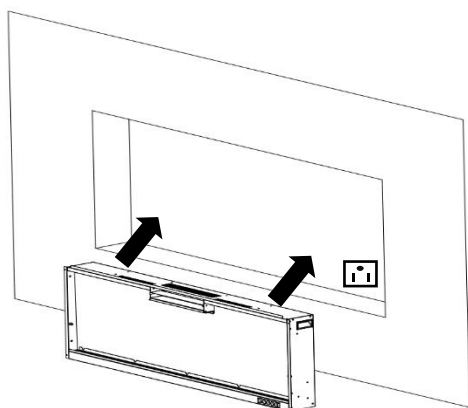
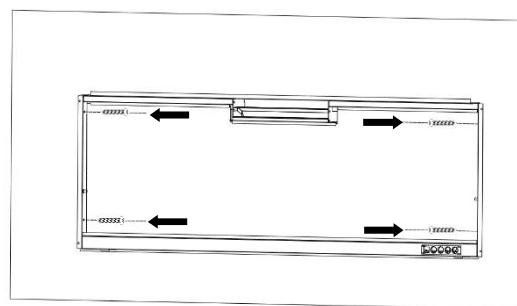

Fig. 2-3
Fig. 2-4
V. Chiedere a due persone adulte di sollevare il caminetto e di inserirlo nel telaio grezzo, quindi fissarlo installando 4 viti da legno (**B**) attraverso i fori (**Fig. 2-3, Fig. 2-4**).